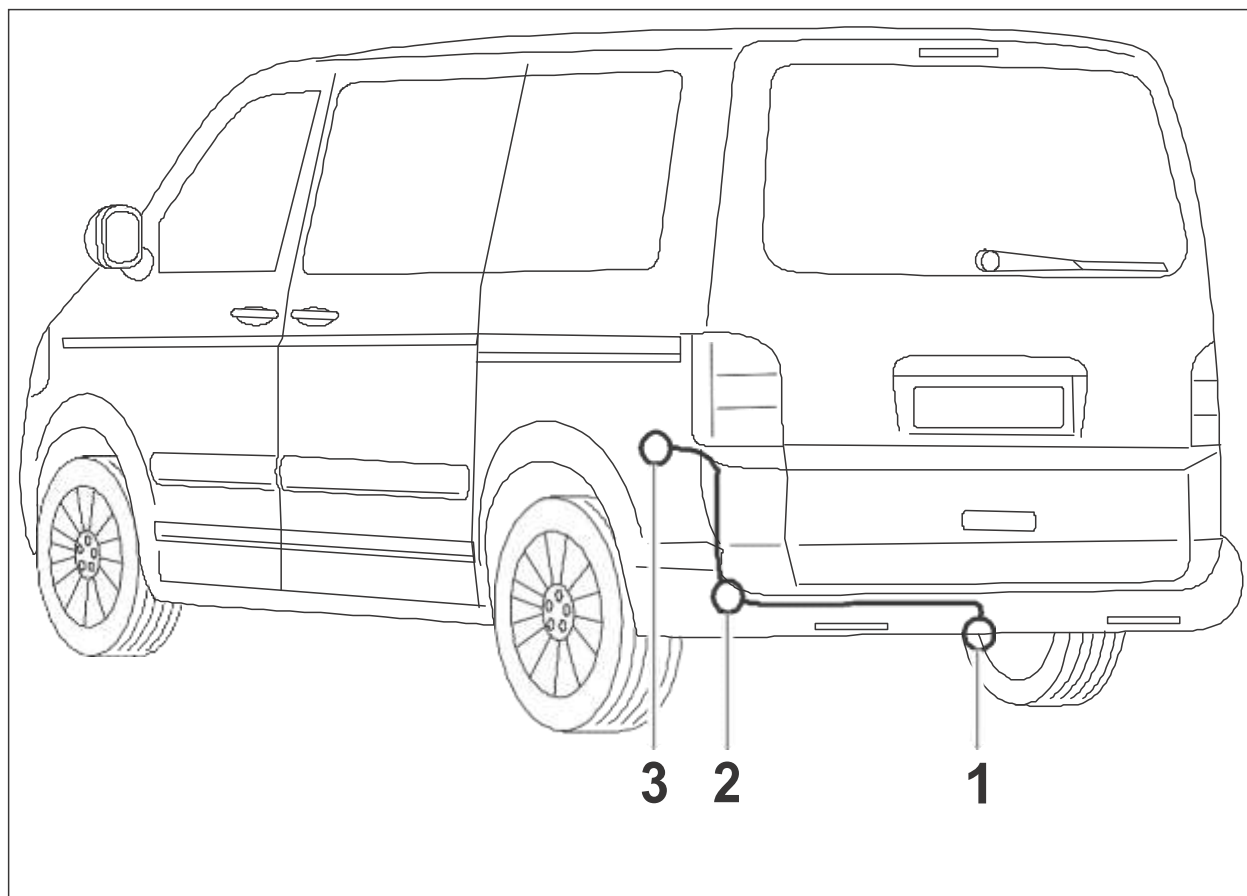

Fig. 1: vista geral de montagem
3. Deslocar a extremidade da tomada do conjunto de cabos pelo passa-fios (fig. 1/2) do veículo, atrás à esquerda, para fora, até à chapa de fixação da tomada (fig. 1/1). Vedar adicionalmente o passa-fios com a fita butílica fornecida.
7. Aparafusar a tomada na chapa de fixação com os parafusos existentes na tomada (fig. 1/1).
9. Montar o passa-fios (fig. 1/2) do veículo sobre a cablagem, deslocar por cima da mesma e introduzir, do exterior para o interior, no orifício do veículo. Vedar adicionalmente o passa-fios com a placa de vedação (fita butílica) fornecida.
10. Introduzir as fichas de 8 e 12 pinos nos respetivos conectores, no ponto de acoplamento traseiro à esquerda (fig. 1/3) e encaixar. Se necessário, remover o conector diferencial de 8 pinos existente no veículo (já não é necessário).